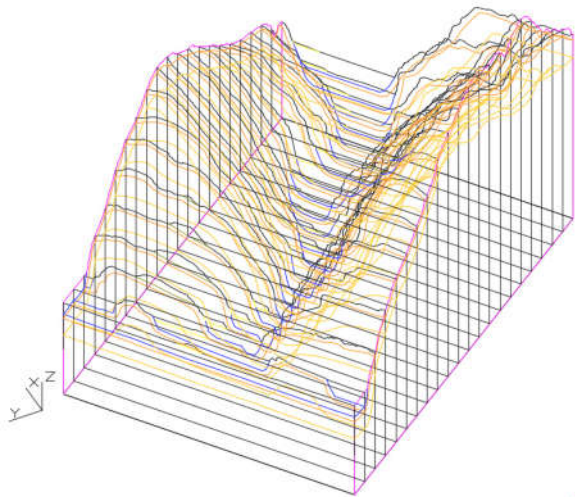

图2 三维地质剖面图（三维模型骨架）
②地下数据：地下数据相对于地表数据获取困难较大，地质专业学科，是利用有限的、多种类的手段去无限接近于真实的地下结构，最有效且便捷的方法为以地质学成因关系去推测模拟所有的地质体，即为地质测绘，通过地质测绘以及勘探、物探等手段后对建模区地下地质体有了一定的控制，此时关键步骤为将这些控制转换为三维空间数据。地质测绘内容可按照地质测绘精度，将其转换为三维空间中的测绘剖面，此次项目测绘精度为50m间距，形成的三维空间数据，其余实测钻探、物探可直接将其转换为对应的三维空间数据，所有的数据均可以点、线、面的形式赋予真实空间的坐标（X、Y、Z），即可完成地下数据的获取。见图2三维地质剖面图。